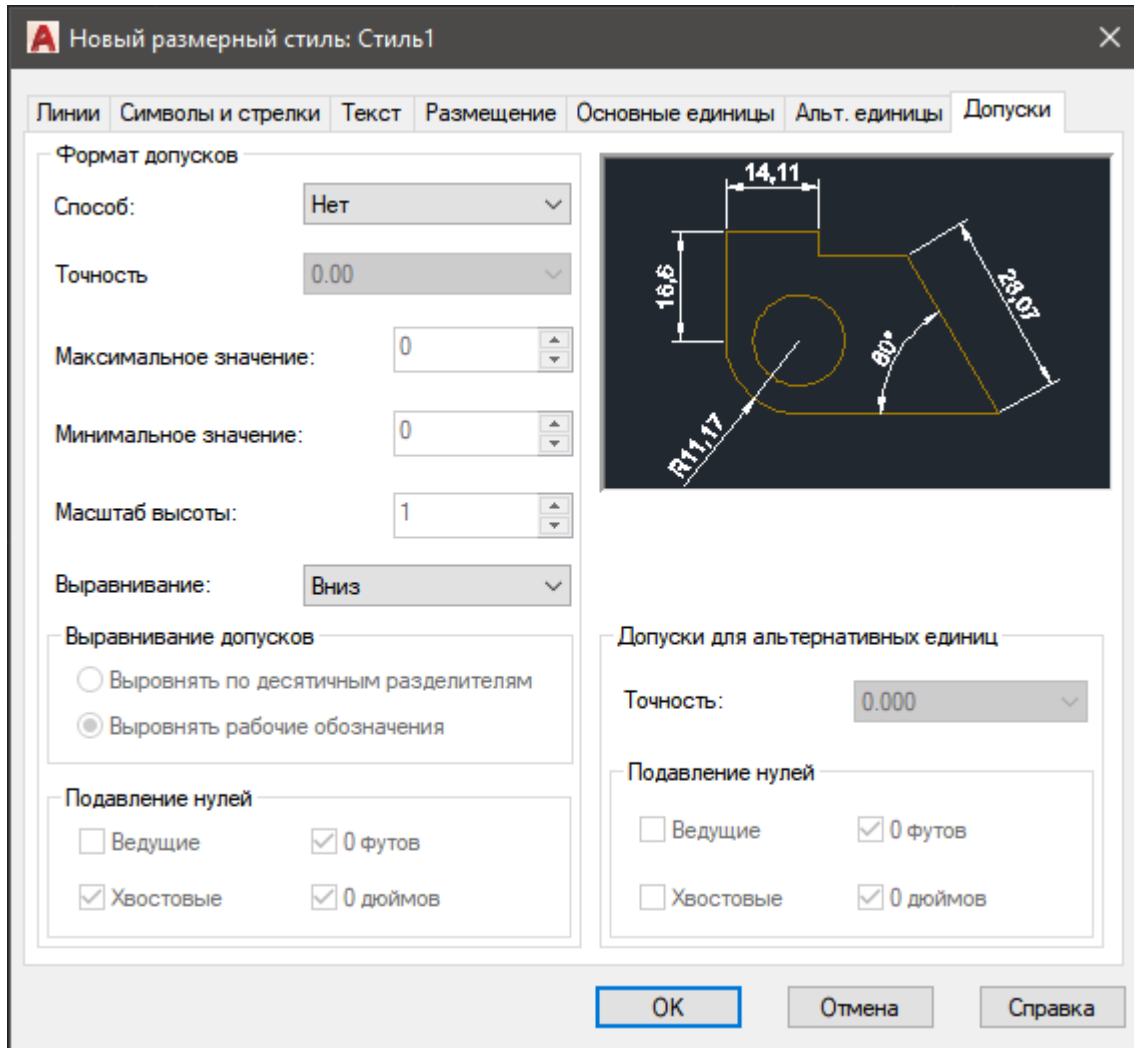

Рисунок 4.16 – Создание нового размерного стиля
2. Откроется диалоговое окно «Новый размерный стиль» (рис.4.16).